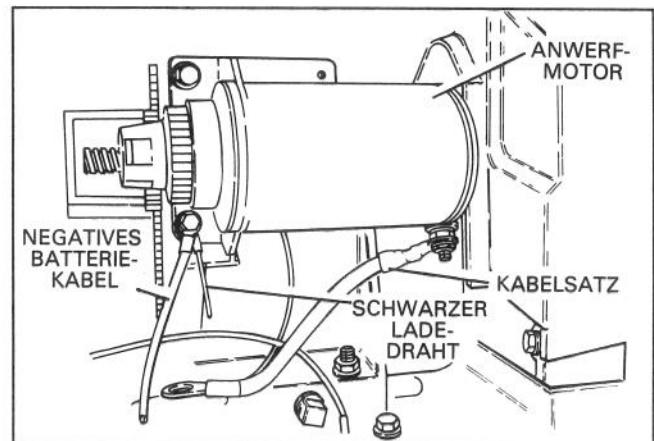

Abb. 12
19. Den Anwerfmotoraufbau, das negative (schwarze) Batteriekabel und den schwarzen Draht des Ladestekkers (Draht mit geschlossenem Kabelschuhende) mit (2) 19 mm großen Kopfschrauben wie in Abb. 12 und 16 gezeigt am Motor anbringen. Die Drähte sind an der unteren Halterungsschraube anzubringen.